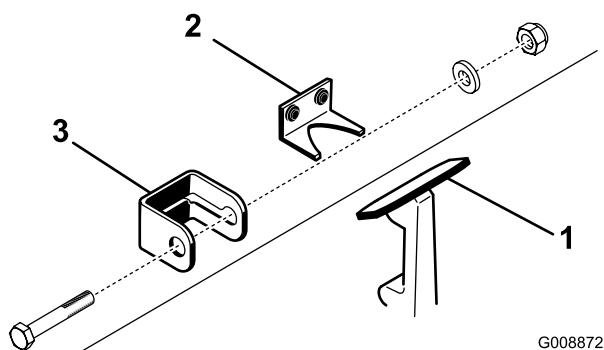

図 7
1. フード・ラッチ・ブラケットからフード・ラッチを外す(図 7)。
2. フード・ロック・ブラケットをラッチに合わせて入れる(図 7)。
3. フード・ラッチ・ブラケットにラッチを入れる(図 7)。
4. フード・ロック・ブラケットにボルト(1/4×1-1/2 in)を通し、平ワッシャとロックナットで締め付ける(図 7)。